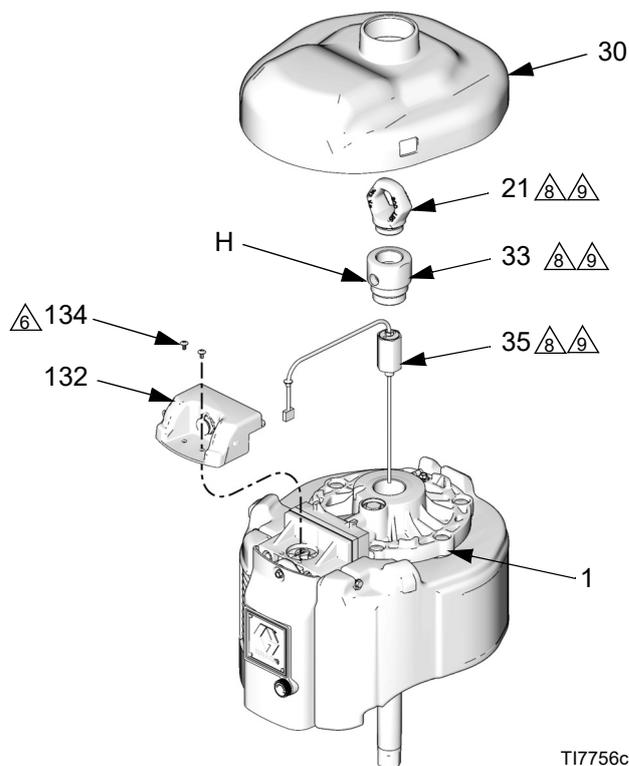

**FIG. 15. Connessione del cavo del sensore**
- a. **DataTrak Modelli:** Rimuovere le due viti (135). Rimuovere con attenzione il modulo DataTrak (131), vedere pagina 14. Scollegare il solenoide di fuorigiri e i cavi del sensore dalla scheda del modulo. Rimuovere le due viti (134) e far scorrere con attenzione l'alloggiamento (132) sulla valvola dell'aria.
- b. **Modelli sensore lineare:** Rimuovere le viti (134) e far scorrere con attenzione l'alloggiamento (132) fuori della valvola dell'aria. Scollegare il cavo del sensore dalla scheda di circuito. Vedere la FIG. 15 a pagina 28.
10. Reinstallare il silenziatore (15). Serrare completamente le viti (43) contro il silenziatore.
11. Reinstallare il coperchio esterno della valvola (47).
- a. **DataTrak Modelli:** Far scorrere con attenzione l'alloggiamento (132) sulla valvola dell'aria. Avvitare le viti (134) a mano, quindi serrare a 11,3 N•m (100 poll.-lb). Ricollegare i cavi del solenoide e del sensore al modulo (131), vedere pagina 14. DataTrak Far scorrere nuovamente con attenzione il modulo sull'alloggiamento (132). Rimontare le due viti (135).
- b. **Modelli sensore lineare:** Ricollegare il cavo del sensore alla scheda di circuito. Vedere FIG. 15, pagina 28. Far scorrere con attenzione l'alloggiamento (132) sulla valvola dell'aria. Avvitare le viti (134) a mano, quindi serrare a 11,3 N•m (100 poll.-lb).
13. Reinstallare il coperchio superiore (30).
5. Rimuovere le viti (134) e far scorrere con attenzione l'alloggiamento (132) sulla valvola dell'aria. Scollegare il cavo del sensore dalla scheda di circuito. Vedere FIG. 15.
6. Filettare nuovamente il cavo attraverso il foro (H) sul lato dell'adattatore (33) ed estrarlo dalla parte superiore dell'adattatore.
7. Svitare l'adattatore (33) e il sensore (35). Sollevare il sensore verticalmente fuori del motore pneumatico.
8. Applicare il sigillante per filettature alla nuova sede del sensore. Avvitare il sensore (35) sul cappuccio superiore (1). Serrare a 40,6-48,8 N•m (30-36 piedi-lb).
9. Applicare il sigillante per filettature all'adattatore (33). Estrarre il cavo del sensore dalla parte superiore dell'adattatore e avvitare l'adattatore sul cappuccio superiore (1). Serrare a 40,6-48,8 N•m (30-36 piedi-lb).
10. Filettare il cavo del sensore attraverso il foro (H) sul lato dell'adattatore e ricollegarlo alla scheda di circuito. Vedere FIG. 15, pagina 28. Far scorrere con attenzione l'alloggiamento (132) sulla valvola dell'aria. Avvitare le viti (134) a mano, quindi serrare a 11,3 N•m (100 poll.-lb).
11. Applicare il sigillante per filettature all'anello di sollevamento (21). Fissare l'adattatore (33) con una chiave per impedire che ruoti e stringere l'anello di sollevamento con coppia di 40,6-48,8 N•m (30-36 piedi-lb).
12. Reinstallare il coperchio superiore (30).